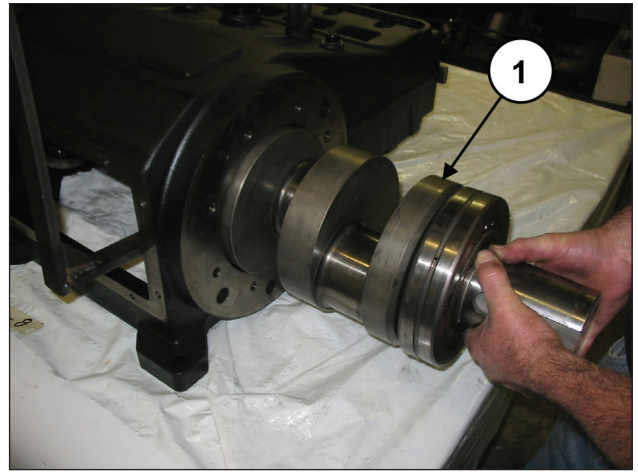
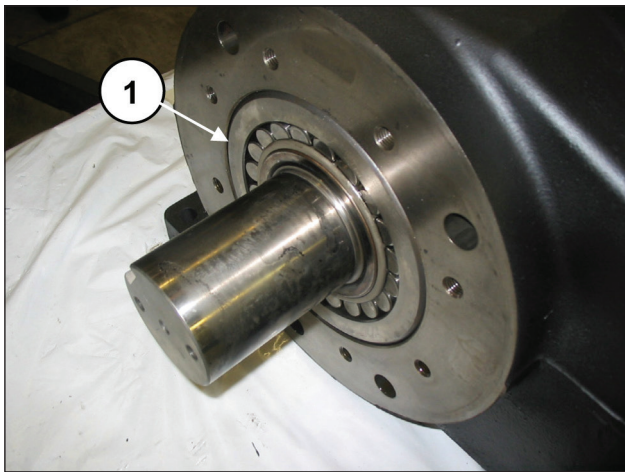

图30
图44
抽出轴和轴承（位置①，图30）。
插入轴 (①, 图30), 直至预装轴承直至与曲轴箱边缘齐平 (①, 图44)。